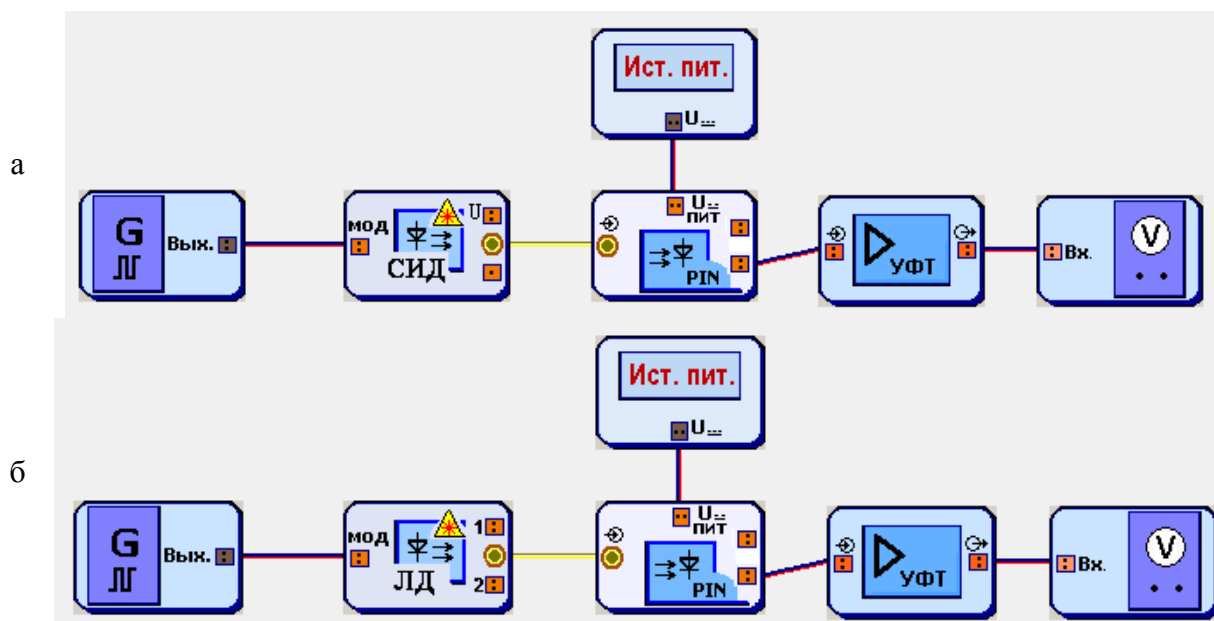

Рис. 7.6. Схемы исследования ВАХ ИИ: а – СИД, б – ЛД
Схемы исследования представлены на рис. 7.6. Объектами исследования являются ИИ – светоизлучающий диод (СИД) и лазерный диод (ЛД).
1. Соберите схему со светоизлучающим диодом (СИД), показанную на рис. 7.6а.
11. Повторите исследование для лазерного диода (ЛД). Для этого соберите схему на рис. 7.6б и выполните п.п. 2–10.
8. Повторите исследование для лазерного диода (ЛД). Для этого соберите схему на рис. 7.6б и выполните п.п. 2–7.
Схемы исследования характеристик деградации ИИ представлены на рис. 7.6.
1. Соберите схему со СИД, показанную на рис. 7.6а.
12. Повторите исследование для ЛД. Для этого соберите схему на рис. 7.6б и выполните п.п. 2–11.